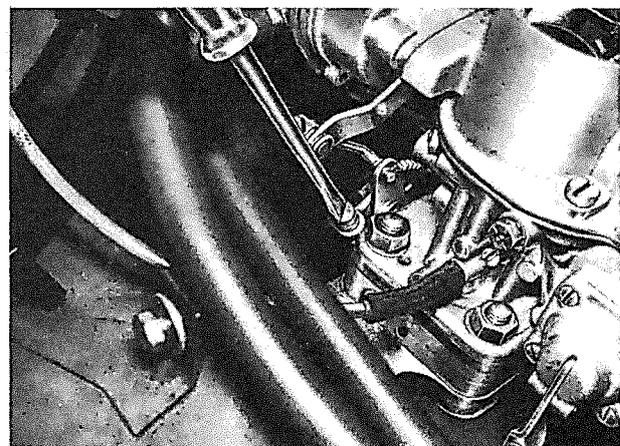

Bild 3
5. Mit Leerlaufeinstellschraube (Drosselklappen-Anschlagschraube) Leerlauf ca. 650-750 U/min einstellen. **Bild 3**